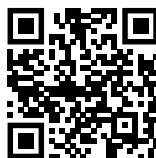

Fig. 168
- ▶ Otworzyć Liebherr SmartMonitoring Dashboard. (patrz Fig. 168)